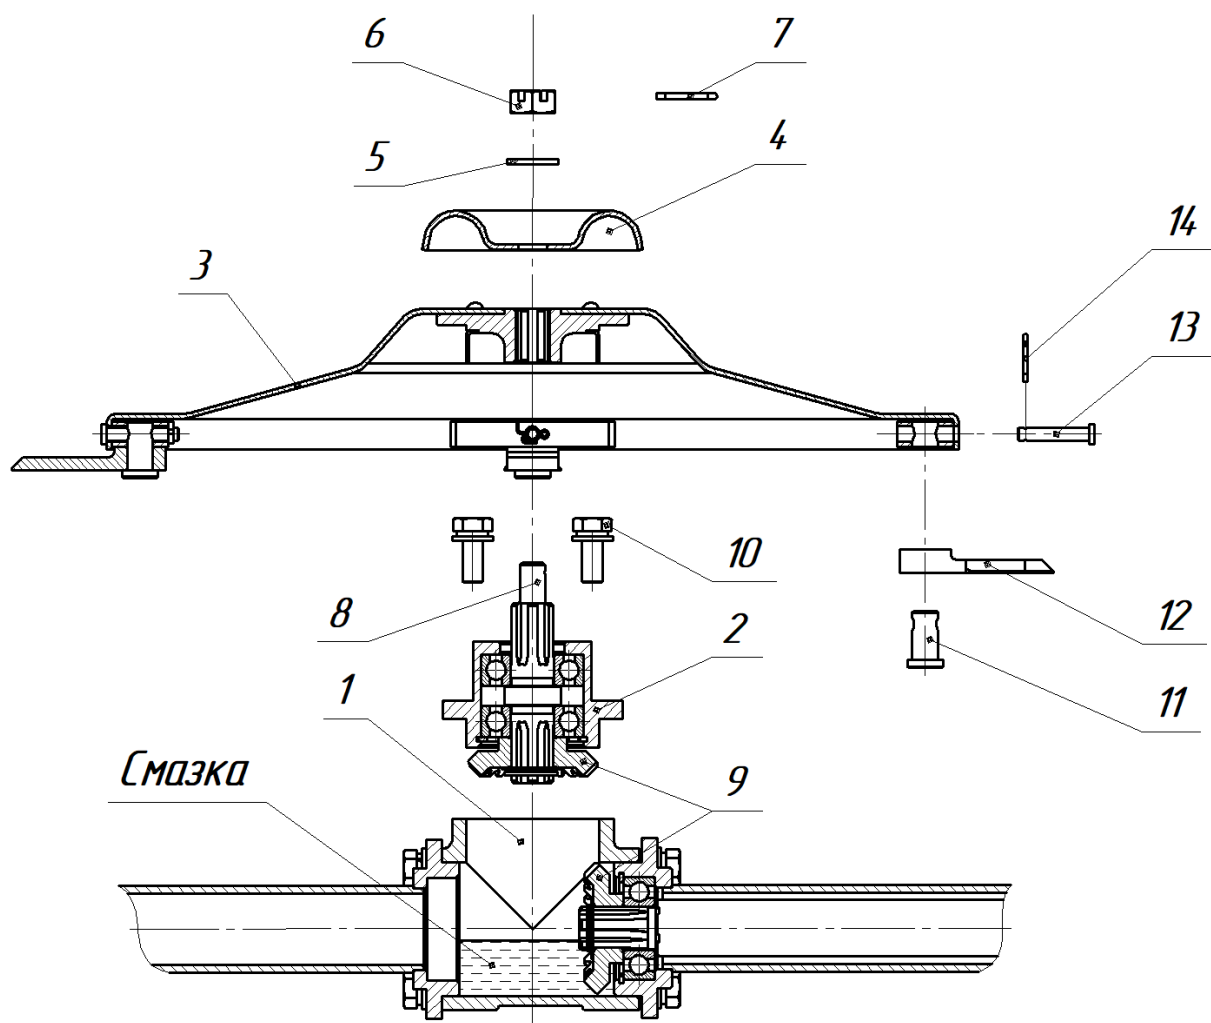
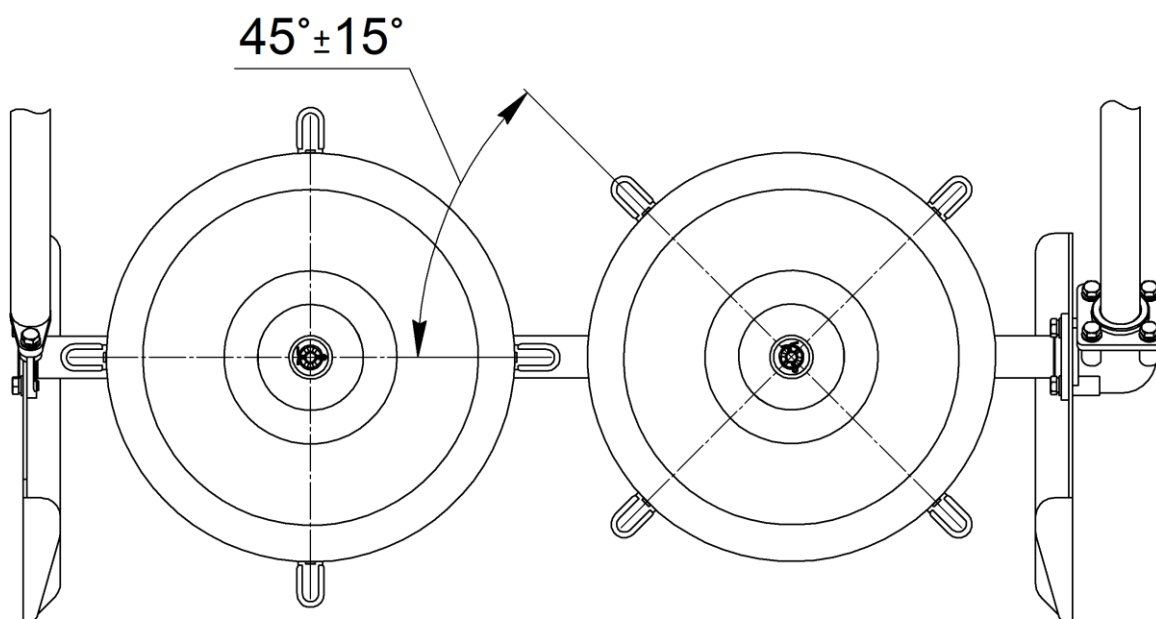

Рис.5 Установка режущего диска
Рис.6 Схема установки режущих дисков
Перед установкой режущих дисков на косилку, установите дисковые ножи (12) (см. Рис.5) в режущие диски косилки с помощью пальцев ножа (11), пальцев 5х30 (13) и шплинтов 1,6х16 (2х25) (14). Концы шплинтов, после установки, разогните в разные стороны.
Установите режущий диск с ножами (3) (см. Рис.5) на вал редуктора (8), наденьте шайбу защитную (4) и шайбу М10 (5). Закрутите гайку корончатую М10 (6), затяните её и зафиксируйте шплинтом 1,6х16 (2х25) (7). Концы шплинтов разогните в разные стороны. Расположите режущие диски с ножами под углом $45^{\circ} \pm 15^{\circ}$ относительно друг друга, как показано на схеме Рисунок 6.
После первых 30 минут работы новой косилки необходимо остановить двигатель мотоблока и проверить крепление деталей 6, 7, 11, 12,13 и 14 (см. Рис.5), а также затяжку крепления деталей косилки. При необходимости подтянуть и законтрить.
– для заполнения редукторов привода первого и второго режущих дисков (1) и (2) (см. Рис.1), необходимо извлечь шплинт 2х25 (7) (см. Рис.5) и отвернуть гайку (6), снять шайбу М10 (5), шайбу защитную (4) и диск (3) с вала редуктора (8). Отвернуть четыре болта (10), снять корпус ведомой шестерни (2) (см. Рис.5). В полость корпуса редуктора (1) добавить 100 см³ консистентной смазки. Сборку производить в обратном порядке.